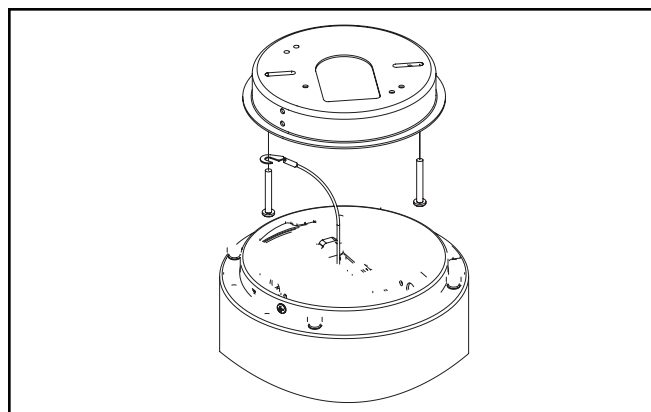

Figure 4.
4. Fixez le câble d'attache sous une vis de montage de la boîte de jonction. (Figure 4).
3. Fixez le câble d'attache arrière du montage mural à la vis de montage de la boîte de branchement comme montré conformément à la Figure 4.